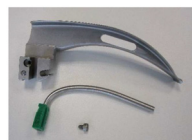

Figura 1
1) Smontare il dispositivo medico (non ri-integral) (vedere l'esempio in Figura 1).
1) Smontare il dispositivo medico (vedere l'esempio in Figura 1).